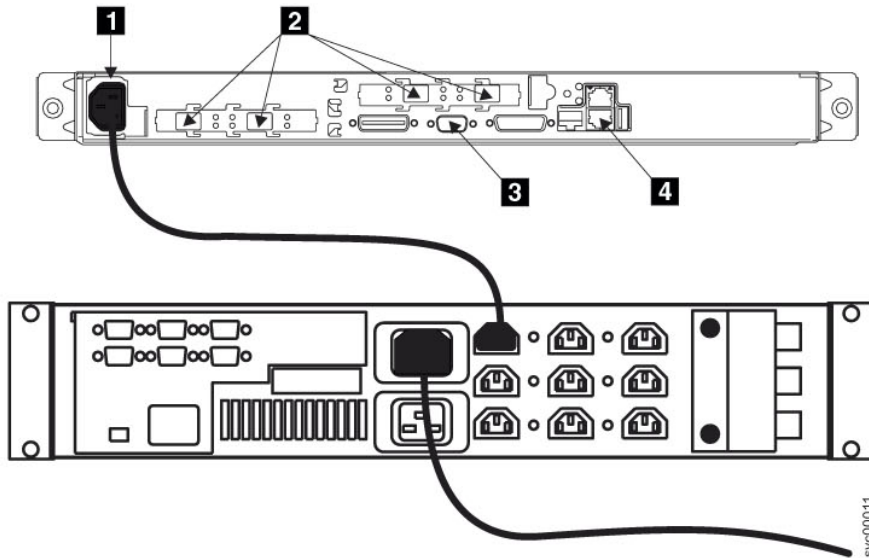

图 3. SAN Volume Controller 和 UPS 5125 的电源线和信号插座
2. 确保将电源线插入 UPS 5125。同时确保电源线另一端从 UPS 5125 连接至机架中的分配点。图 3 显示了 SAN Volume Controller 和 UPS 5125 的接口。电源线接头如图中 **1** 所示。